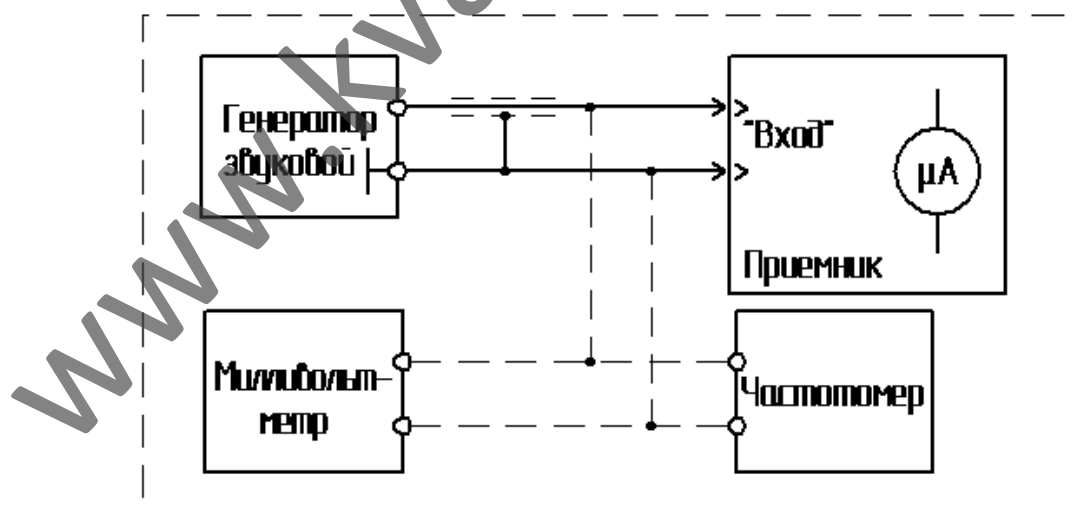

Рис.8. Схема измерения усиления и полосы пропускания приемника.
- Проверку проводят по функциональной схеме, приведенной на рис. 8.